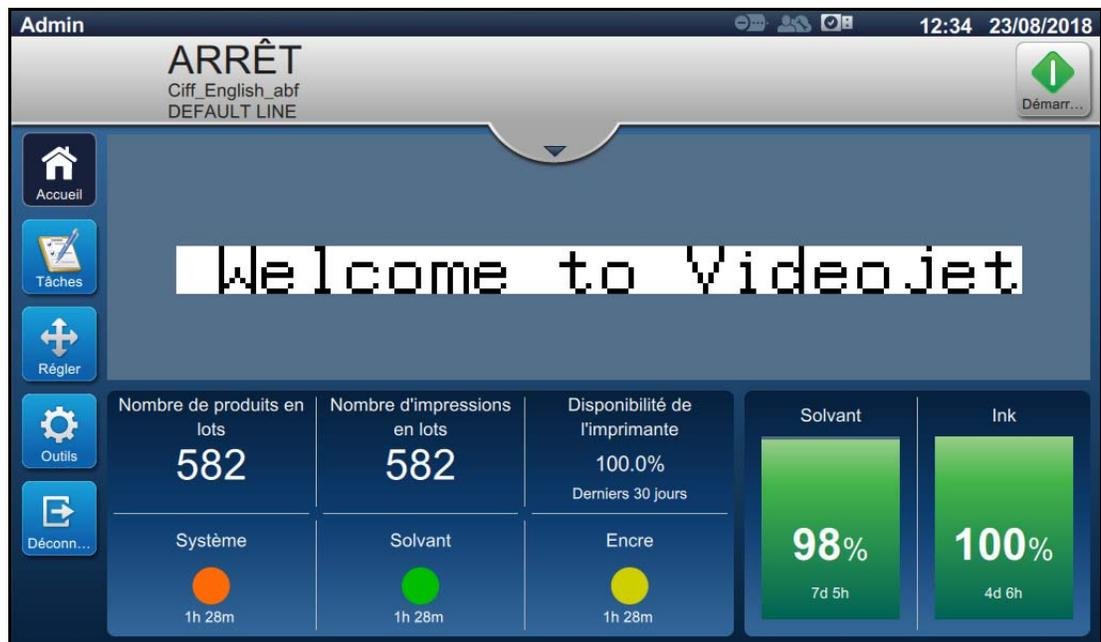
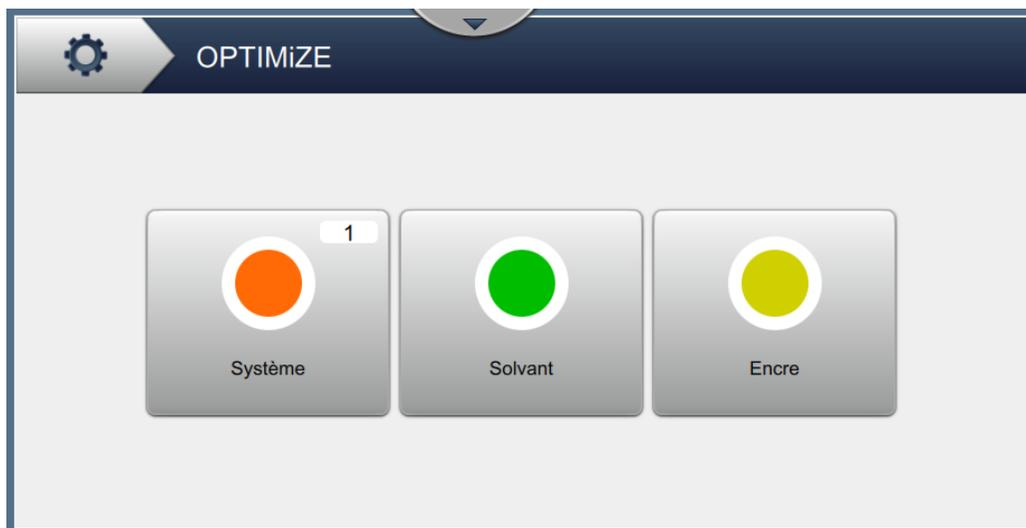

Figure 1-1 : Écran d'accueil
Figure 1-3 : Écran OPTIMiZE
1. Mettez l'imprimante sous tension. L'imprimante démarre et, une fois le cycle de démarrage terminé, l'écran d'accueil s'affiche. L'imprimante sera en mode ARRÊT, comme illustré à la Figure 1-1.
- Accédez à *Outils* > *OPTIMiZE*, comme illustré à la Figure 1-3. Vous pouvez également sélectionner le tableau de bord OPTIMiZE sur l'écran d'accueil (Figure 1-1, page 1-1).